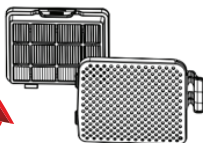

Fig.13
- 2) Retirez le filtre en tirant vers le bas sur la partie saillante située à la partie supérieure du filtre (Fig. 13).